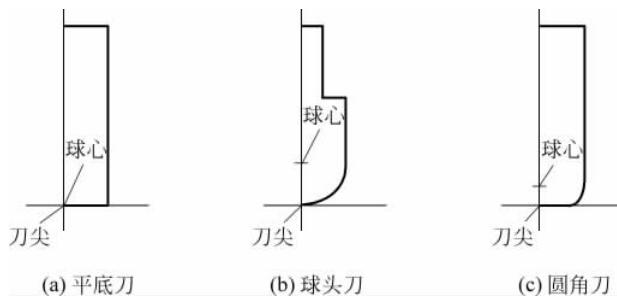

图 5-85 刀尖与球心点位置
(3) “刀尖”补正：补正到刀具的刀尖。为避免发生过切，建议使用刀尖补正。刀具刀尖与球心点的位置如图 5-85 所示。